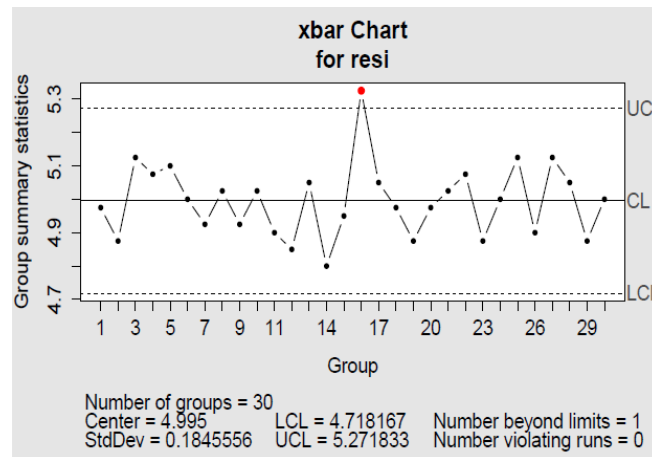

Figura 1: Gràfic de control Xbar per als resistors de l'empresa ResGirona S.A..
els límits de control. El gràfic que s'obté en fer un clic en D' acord ha de ser com el de la **figura 1**.
La funció `qcc()` és la responsable de crear el gràfic. Aquesta funció, per defecte, estima la desviació tipus σ mitjançant els rangs de les mostres. Per tant, utilitza el valor de \bar{R} per a calcular els límits del gràfic. La funció `stats.R(resi)` calcula l'amplitud de cada mostra i la corresponent mitjana de les amplituds \bar{R} . Per altra banda, el valor `StdDev = 0.1845556`, que apareix en la **figura 1** del gràfic de control de la mitjana és l'estimació de σ a partir dels rangs (recordeu que aquesta estimació s'obté mitjançant l'expressió \bar{R}/d_2). En R-Commander es pot calcular directament executant `sd.xbar(resi, std.dev=c('UWAVE-R'))`, on el paràmetre `UWAVE-R` especifica que la desviació s'estima mitjançant una mitjana (*AVerage*) no ponderada (*UnWeighted*) dels rangs (R) de les mostres.